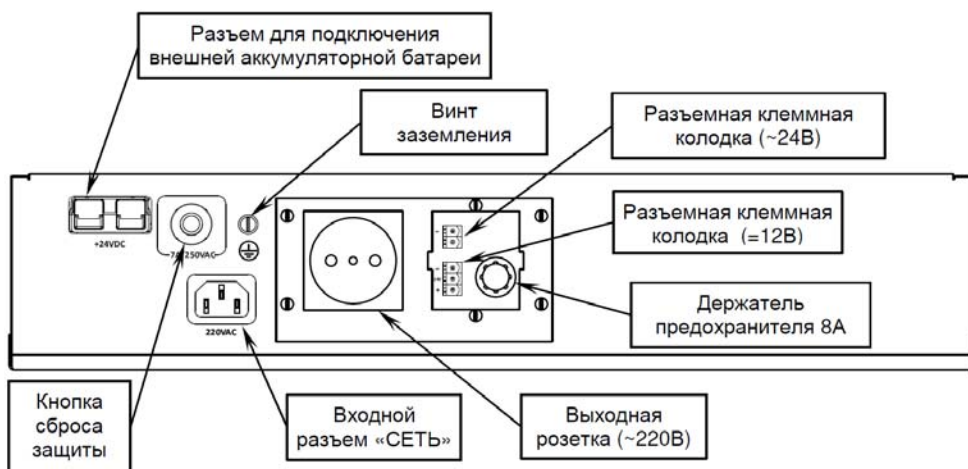
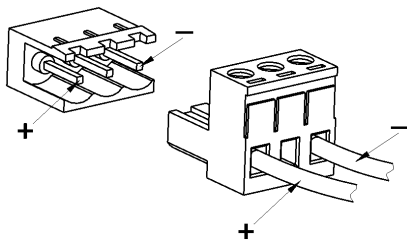

Рисунок 3 - задняя панель изделия при монтаже в горизонтальном положении
Рисунок 8. Пример подключения нагрузки к выходу =12В
На задней панели изделия расположены: кнопка сброса срабатывания защиты по току (срабатывание защиты происходит при превышении уровня входного тока более 7А), входной сетевой разъем, разъем для подключения внешней АКБ, выходные розетки, держатель предохранителя и винт заземления (см. рисунок 3).
- Подключить к выходным розеткам изделия кабели питания нагрузок (см. рисунок 3 и рисунок 8). Для удобства подключения/отключения нагрузок к низковольтным выходам, выходные колодки для них выполнены разъёмными. До подключения кабелей нагрузок к изделию следует выключить нагрузки.